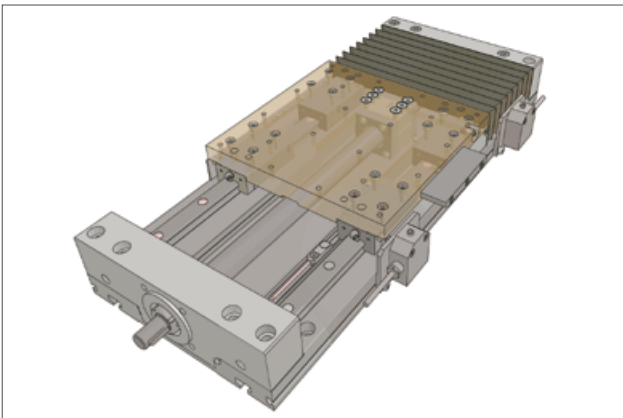

Bild 5.9 — AXLT mit Endschaltern
- Optional innenliegende induktive Endschalter (Bild 5.9)